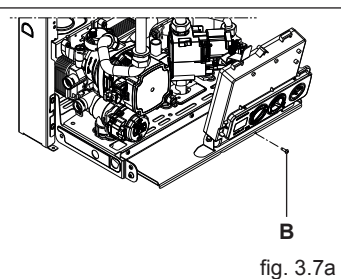

fig. 3.7a
- svitare la vite di fissaggio (**B**) del cruscotto (fig. 3.7a)